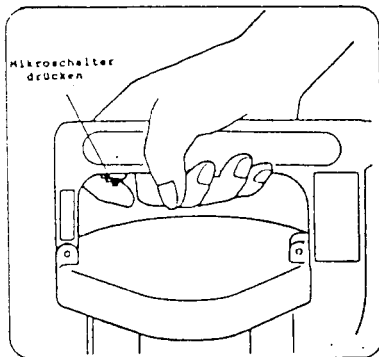

Abb. 1
2. Halten Sie die Maschine mit der rechten Hand so, daß Sie mit dem Zeigefinger den Drucktaster unter dem Handgriff bedienen können. (Abb. 1)